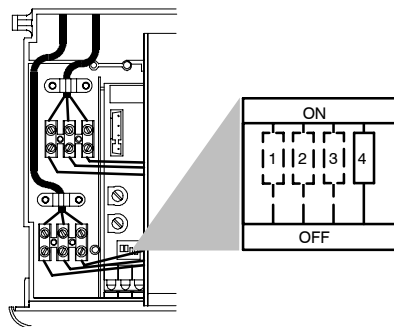

fig. 5.27
- 2 Premere per più di 3 secondi il pulsante p per entrare in modalità **I NFO**. (fig. 5.27)
Il micro selettore "4" della scheda di regolazione (fig. 5.27) seleziona il tempo minimo tra due ac-